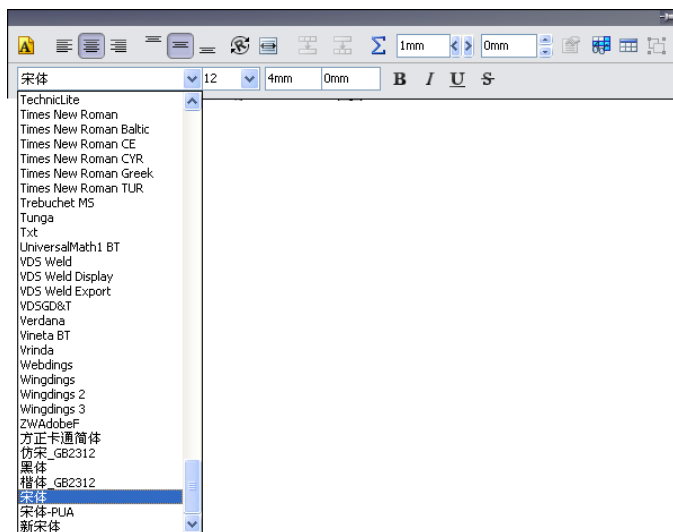

图 14-18 “选择文字”对话框
(4) 在“文字对齐方式”栏中可以更改文本在表格中的对齐方式，去除选择“使用文档文字”，执行“文字”按钮，弹出“选择文字”对话框，如图 14-18 所示，在对话框中可以选择“字体”“字体样式”及更改字体的“高度”和“字号”。